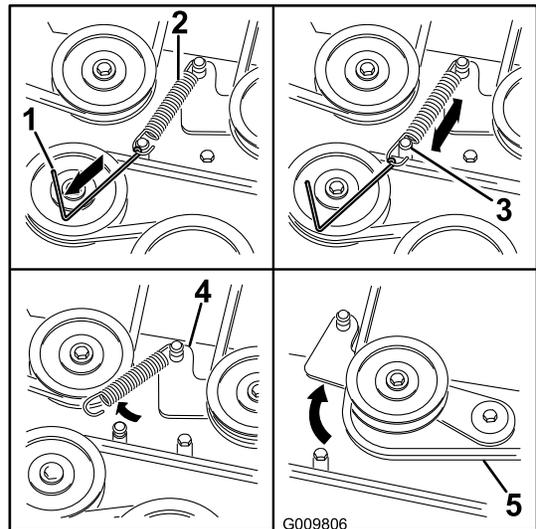

Figura 73
- Usando una herramienta para la retirada de muelles (Pieza Toro N° 92-5771), retire el muelle tensor del espárrago de la carcasa para eliminar la tensión de la polea tensora (Figura 73).
11. Pase la correa nueva alrededor de las poleas del cortacésped y de la polea del embrague, debajo del motor (Figura 73).
12. Usando una herramienta para la retirada de muelles (Pieza Toro N° 92-5771), instale el muelle tensor sobre el espárrago de la carcasa y tense la polea tensora y la correa (Figura 73).